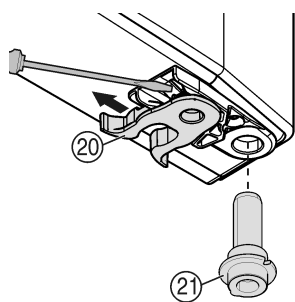

Fig. 9
▶ Přemístěte pružinovou svorku Fig. 9 (20): Stiskněte nos zarážky, přes ni stáhněte pružinovou svorku.
▶ Vytáhněte ložiskový čep Fig. 9 (21) z dveřní objímky a nasad'te spolu s podložkou na protější stranu. Nos zarážky musí ukazovat k vnitřní straně dveří, zářez k vnější straně.
▶ Nasad'te dveře dole a ložiskový čep Fig. 9 (21) do stojanu ložiska. Příp. ložiskovým čepem otáčejte tak, aby mohl zaskočit do západky.